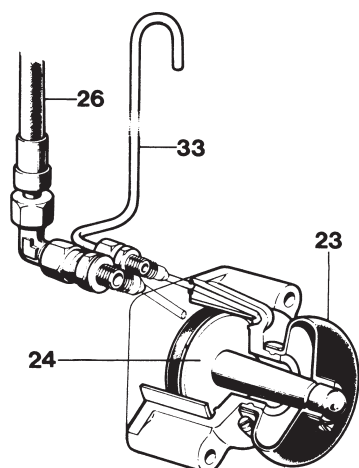

Fig. 19. Trimcylindern
Vid läckage förbi tätningen (24 fig. 19) fylls bälgan (23) med olja. Är läckaget stort tränger olja ut ur evakueringsröret (33). Kontrollera och tillse vid byte av O-ring att stödringen ligger bakom O-ringen (närmast skyddsbälgan). OBS! Droppar det vatten ur röret, läcker gummibälgan (23) för trimstången. Vid renovering, se avd. VIII.